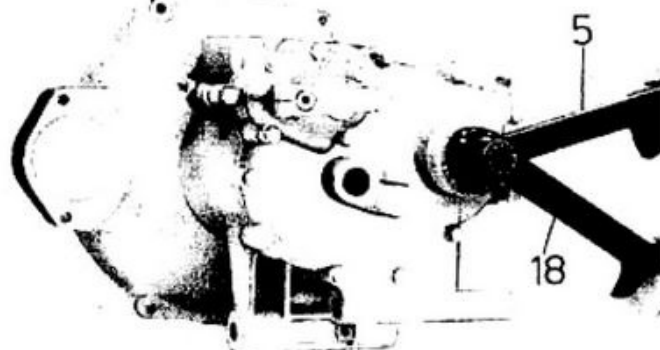

Fig. 88
- la ghiera di bloccaggio albero secondario dopo aver liberato dalla tacca l'orecchia della rosetta di sicurezza a mezzo attrezzo n. 12907100 (vedere 18 di fig. 88) e chiave a tacche n. 12905400 (vedere 5 di fig.88);